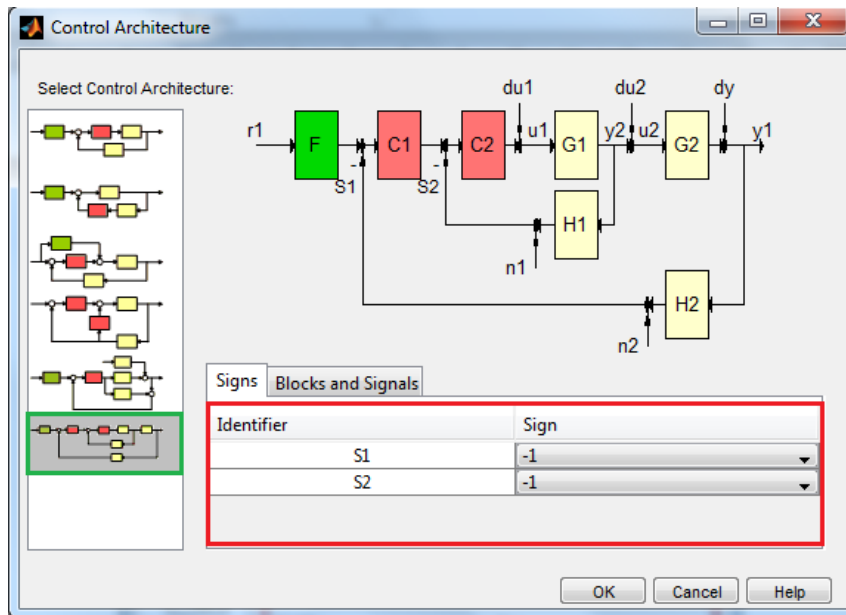
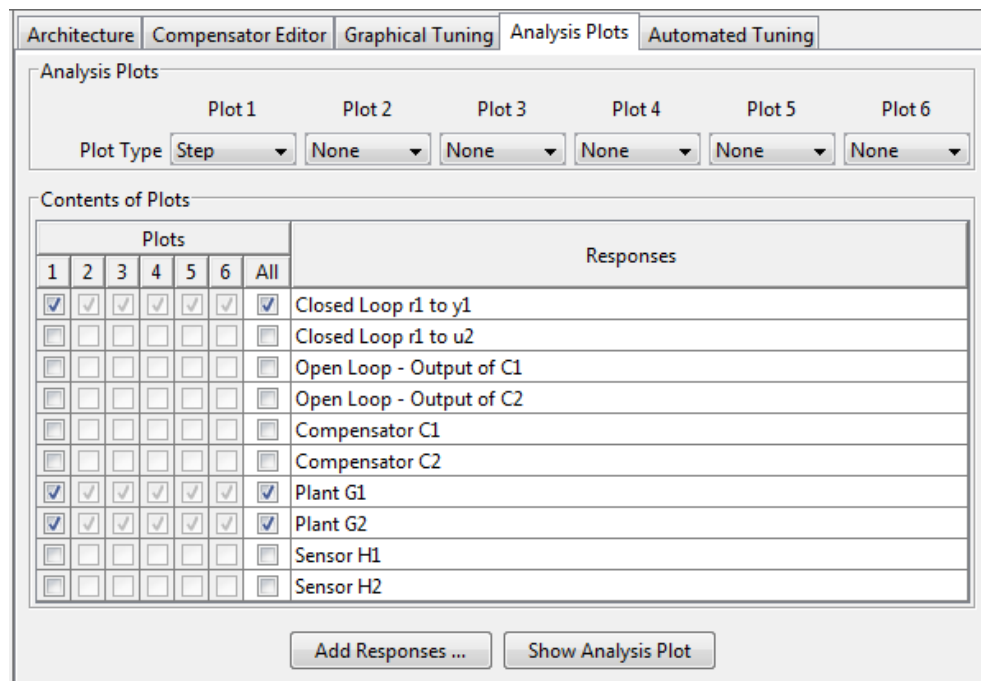

Figura 100. Arquitectura en lazo cerrado para controlador PID de Velocidad y planta en sisotool.
Figura 107. Configuración parámetros pestaña Analysis Plots.
- Elija la opción 4 haciendo click sobre ella esta se encuentra dentro del recuadro verde de la Figura 100.
- La casilla que se encuentra dentro del cuadro rojo corresponde con el tipo de realimentación del sistema que puede ser tanto negativa (-1), como positiva (1). Para este caso deje esta opción en -1. Para finalizar click en OK como se ve en la Figura 100.
- Configure como se muestra en la Figura 107, los diagramas de sintonización siguiendo el esquema de salidas y entradas propio de Sisotool de la Figura 100.